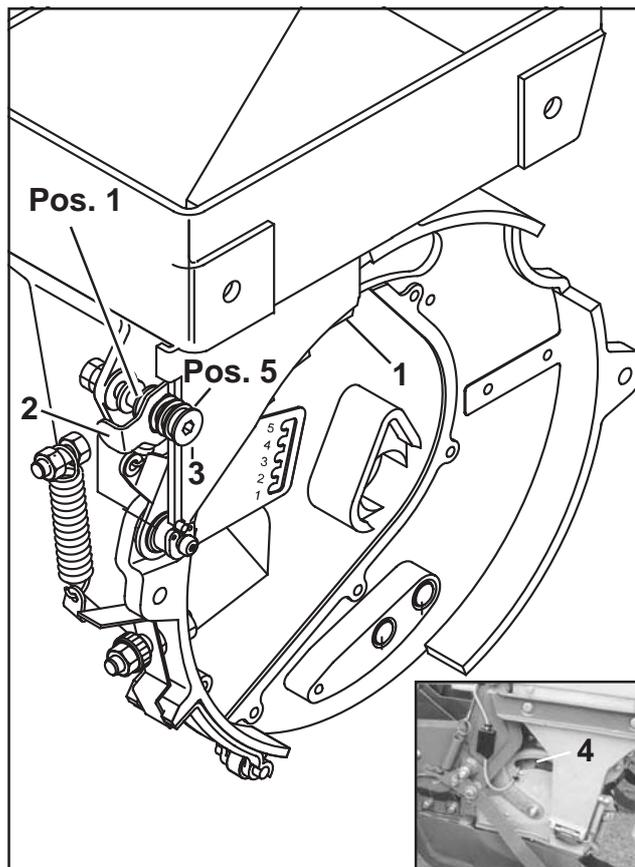

Fig. 7.19
- Zum Einstellen der angegebenen Abstreifer-Positionen das Verstellhebel (7.19/2) entsprechend an der Einstellschraube (7.19/3) einhaken. **In Fig. 7.19 ist die Abstreifer-Position "2" dargestellt.**